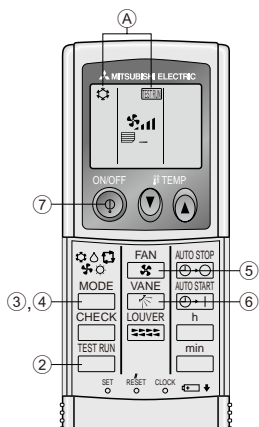

Рис. 7-2
7.2.2. Использование беспроводного пульта дистанционного управления (Рис. 7-2)
- ① Включите питание блока по крайней мере за 12 часов до начала испытаний.
- ② Дважды нажмите кнопку [TEST RUN]. (Начните данную операцию с выключенным дисплеем пульта дистанционного управления.)